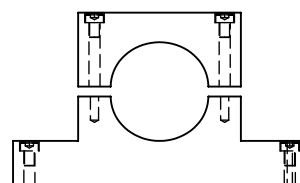

图2
2. 当轴棒式直线电机长度超出通常可以控制的形变长度时,需要对原有的轴棒式直线电机支撑架如(图2)所示做出相对应的安装调整。